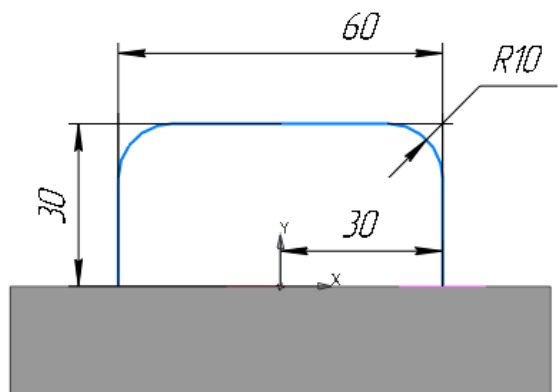

Рис. 5.
6.3. В **Дереве построения** укажите **Плоскость ZX**. Нажмите кнопку **Эскиз**. Постройте контур согласно рис. 5. Выйдите из эскиза (нажмите кнопку **Эскиз**).